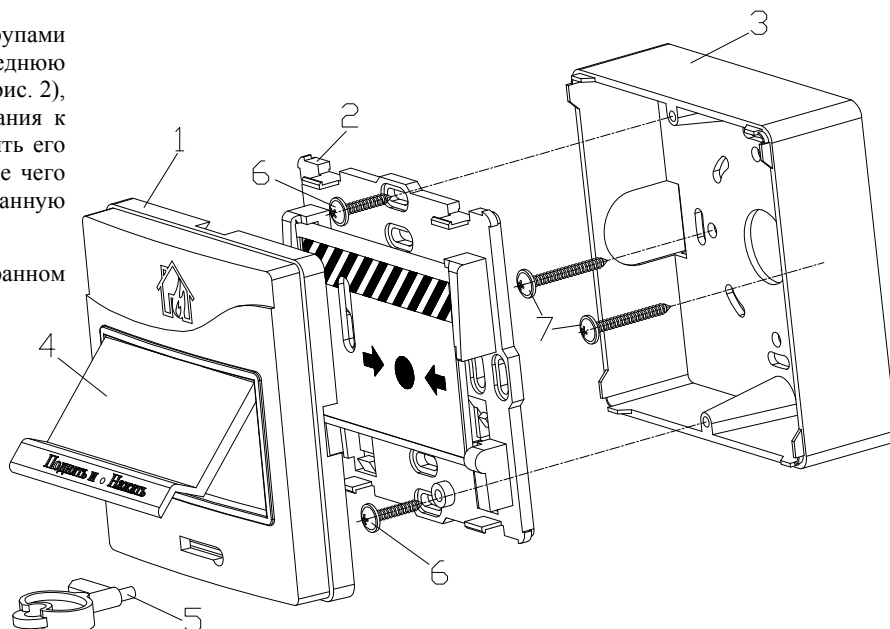

Рисунок 2
Основание (поз. 3 рис. 2) крепится двумя шурупами (поз. 7 рис. 2) к стене. Необходимо снять переднюю крышку (поз. 1 рис. 2) с центрального блока (поз. 2 рис. 2), подсоединить провода, подведённые внутрь основания к клеммной колодке на центральном блоке и закрепить его на основании двумя шурупами (поз.6 рис. 2). После чего необходимо одеть переднюю крышку на смонтированную конструкцию.
2.5.4. Перевести извещатель в состояние «Норма» поворотом специального ключа (поз. 5 рис. 2) в соответствующем отверстии извещателя. Зафиксировать переход светового индикатора извещателя в режим одиночных миганий. Затем с помощью пульта или компьютера дать команду на сброс тревоги от извещателя.